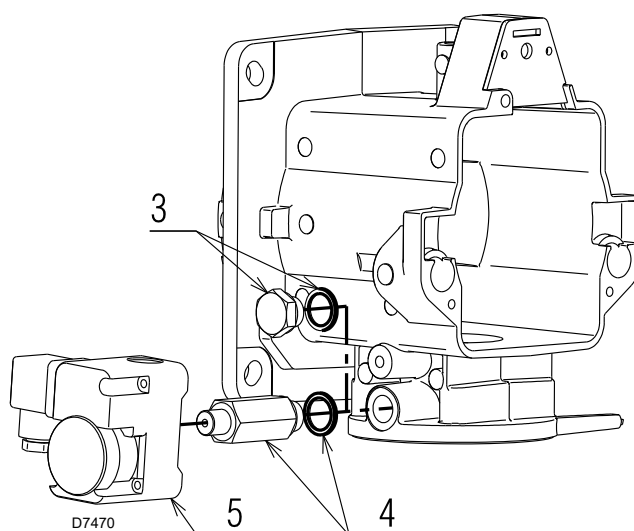

Abb. 3
- Den Verschluss 3)(Abb. 3) und die zugehörige Dichtung auf der linken Seite der Muffe entfernen.
- Den im Kit beiliegenden Anschluss 4)(Abb. 3) unter Einfügen einer neuen Dichtung anschrauben.
- Den Druckwächter 5)(Abb. 3) mit Hilfe von Teflon oder einem analogen Produkt an den Anschluss 4)(Abb. 3) anschrauben, um die hermetische Abdichtung des Gewindes zu gewährleisten.